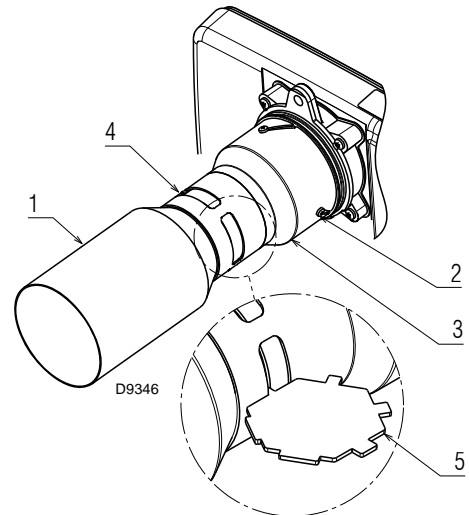

Fig. 19
- Aflojar los tornillos 2) (Fig. 19) y girar ligeramente el tubo llama 3). La cota de abertura deseada está indicada en Tab. A, pág. 17. Para la regulación se puede utilizar el patrón 5) suministrado como muestra la Fig. 19.